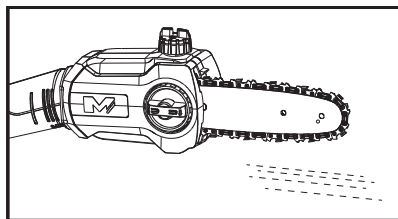

Fig. 15
1. S'assurer que le guide-chaîne (19) et la chaîne (20) sont en place avant de vérifier la lubrification.
2. Démarrer le produit, le laisser tourner à vide, puis vérifier si la chaîne est lubrifiée, comme indiqué dans l'illustration (Fig. 15 et 16).